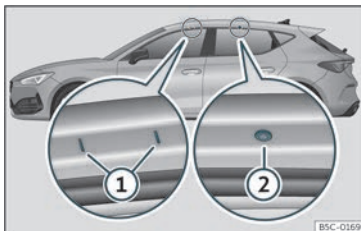

Fig. 135 Pontos de fixação das barras longitudinais para a bagageira do tejadilho (Leon).
Os pontos de fixação dianteiros e traseiros ① e ② só se podem ver com as portas abertas >>> Fig. 135.